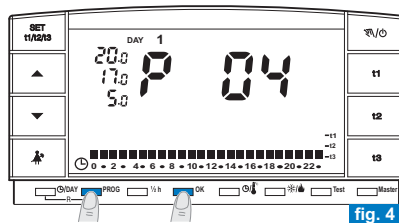

fig. 4
- Premere il tasto **PROG** sino a quando sul display apparirà la scritta **P 04** o **P 05** con tutti i digit sulla scala delle 24h riferiti alla temperatura di **t3** (Assenza) esempio in fig. 4.